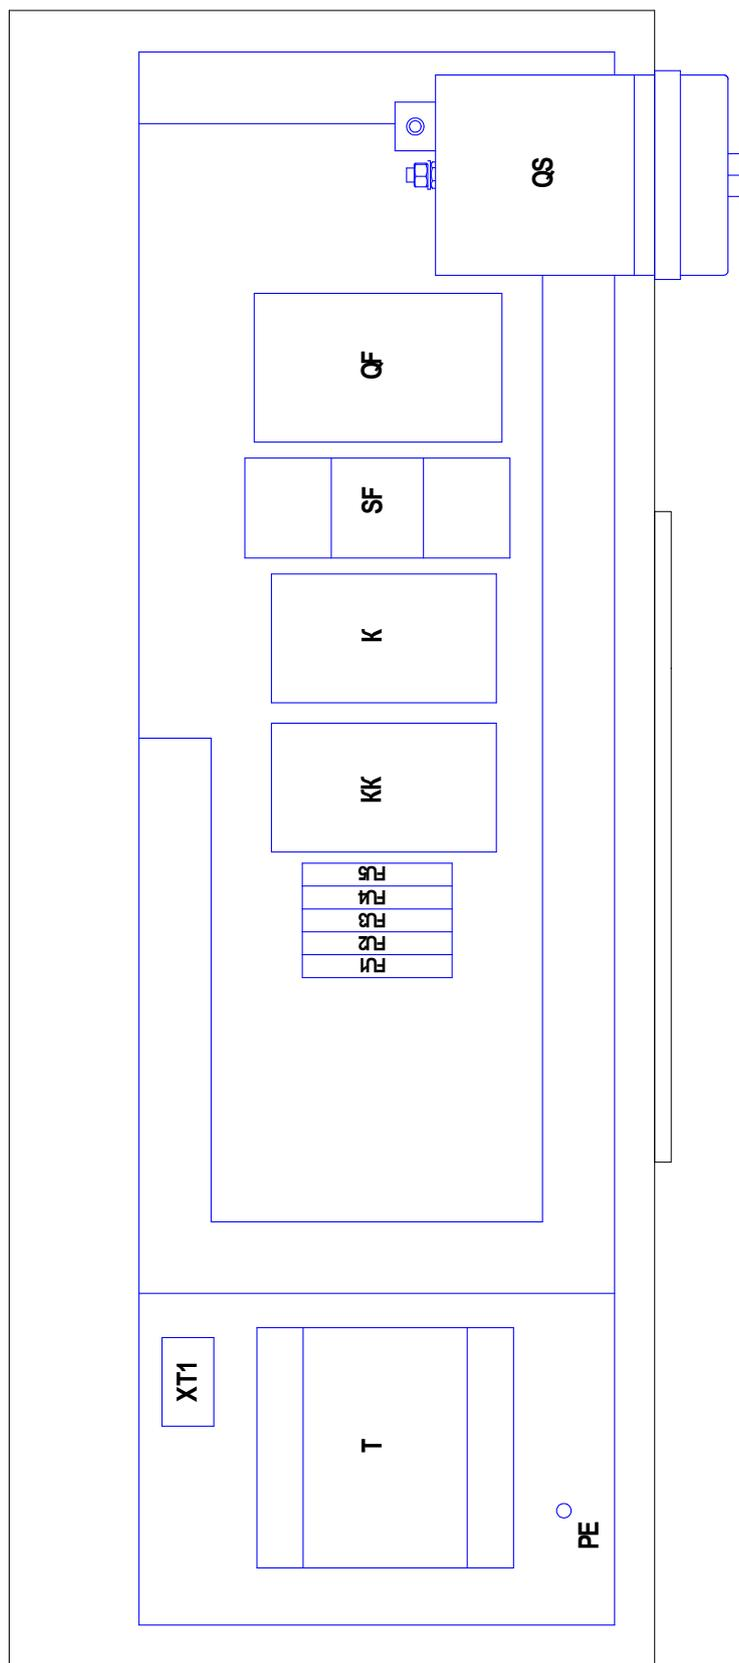

Рис. 10
14 - Шкаф с электроаппаратурой (см. рис. 1 или 3, или 5) – представляет собой короб закрытого типа с установленной платой, на которой смонтирована пускорегулирующая аппаратура и устройства защиты (блок – схема см. рис. 10), доступ к которым осуществляется путем демонтажа верхней панели корпуса и крышки шкафа.
- 3) Плавкие предохранители FU1- FU5 - (см. рис. 10) защита цепей управления и сигнализации;